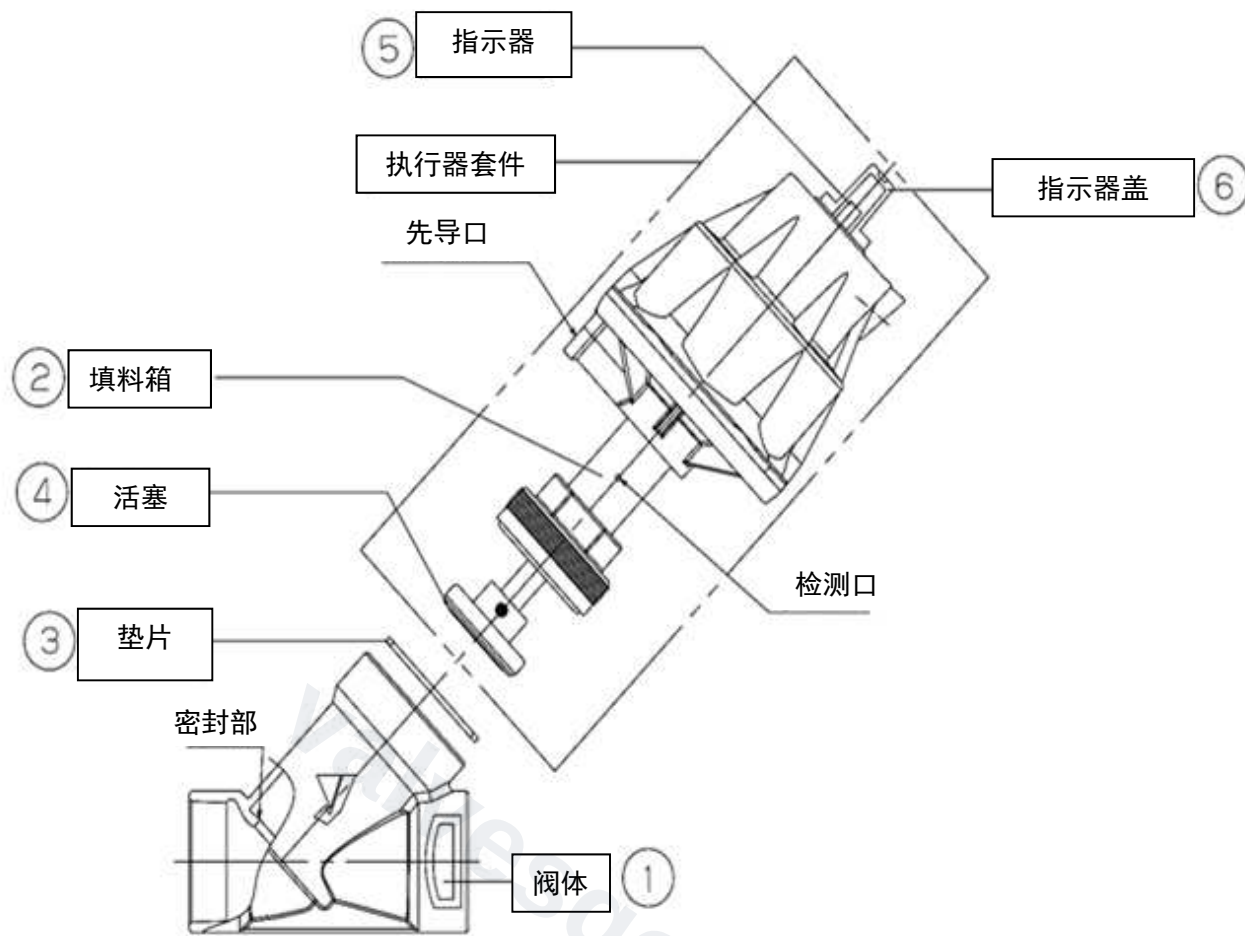
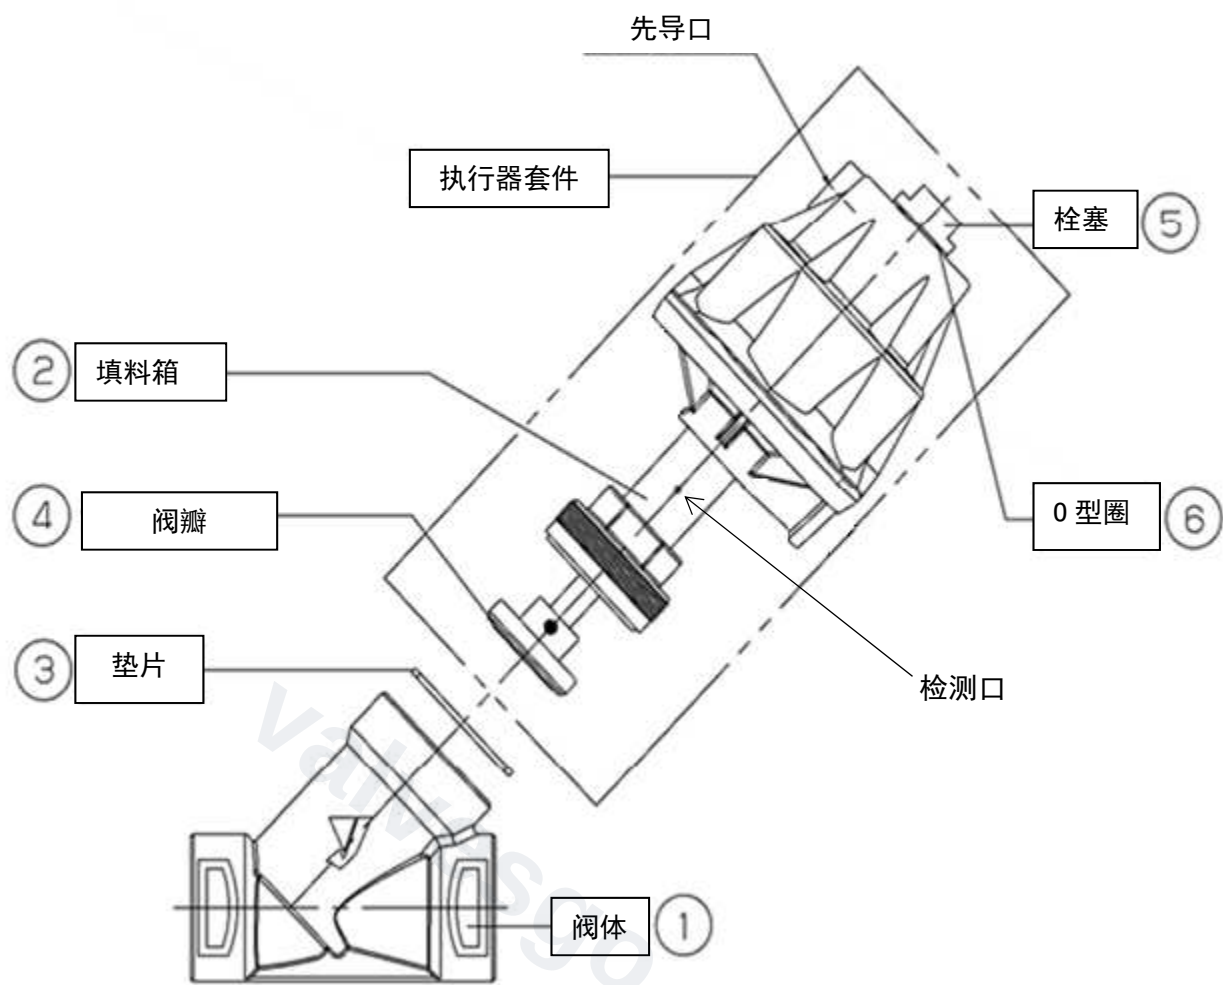

图 10
图 11
为了保持产品的功能和性能，以下部件请定期更换。到更换时间后，请定期更换部件。（表中的部件号为『7.3 图 10、图 11. 分解图』中所示号码）。
阀瓣④和阀体①的密封(参考图 10) 部异物咬合。	请清扫阀瓣④和阀体①的密封部 (参考图 10)。
阀瓣④阀体①的密封(参考图10)部有 伤痕。	阀瓣④有伤痕时, 请更换执行器套 件。 阀体①的密封部(参考图 10)有伤痕 时, 请更换产品。
3. 填料箱②和阀体① 的接口处有流体泄 漏。	执行器内的弹簧出现故障。	请更换执行器套件。